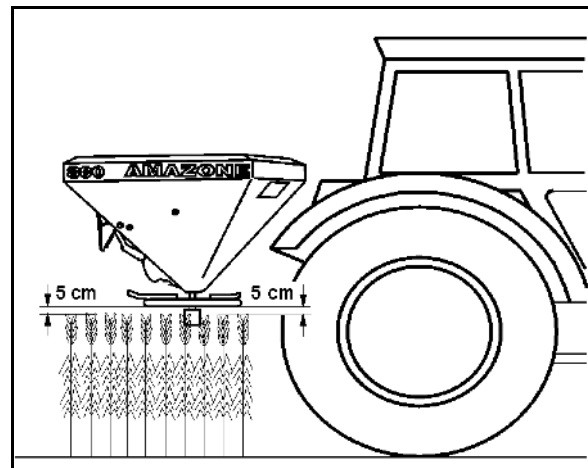

Fig. 63
2. Løsne vingemutteren (Fig. 63/1).
3. Finn skalaverdien for spjeldstillingen som er hentet fra spredetabellen eller som er fastslått med dreieprøveutstyret på skalaen (Fig. 63/2).
4. Still avlesekannten (Fig. 63/3) til de to stillspakene (Fig. 63/4) på denne skalaverdien.
5. Trekk vingemutteren (Fig. 63/1) godt til igjen.